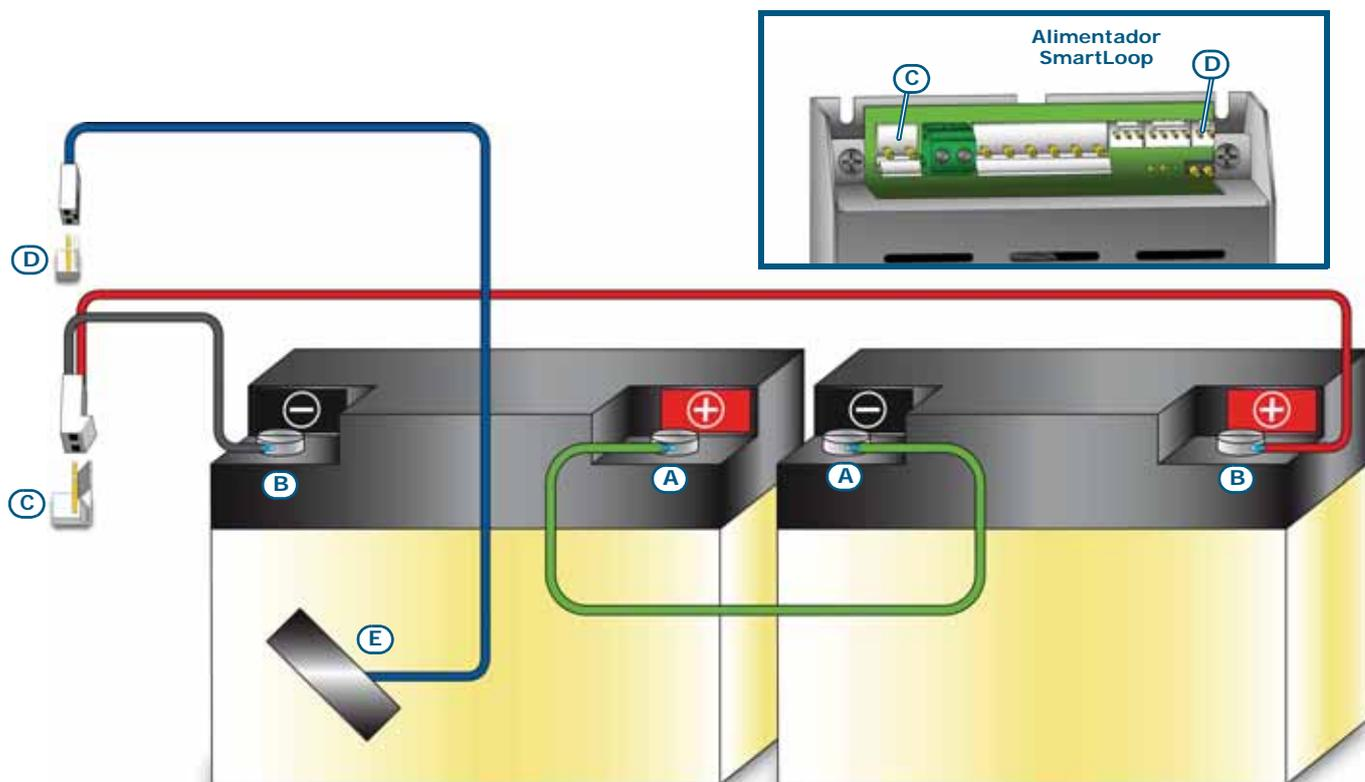

Figura 27 - Conexión de las baterías
2. Conectar entre sí las baterías con el cable correspondiente (Figura 27 - [A]).
3. Conectar el cable con los terminales de anillo (suministrados) en los bornes de las baterías (Figura 27 - [B]).
4. Conectar el conector del cable de las baterías (Figura 27 - [C]) al conector en el módulo alimentador (párrafo 4.4 - [C]).
Usar una tira de cinta aislante fuertemente adhesiva (Figura 27 - [E]) para poner en contacto la sonda térmica con una de las baterías de forma tal que pueda transmitir correctamente el calor.